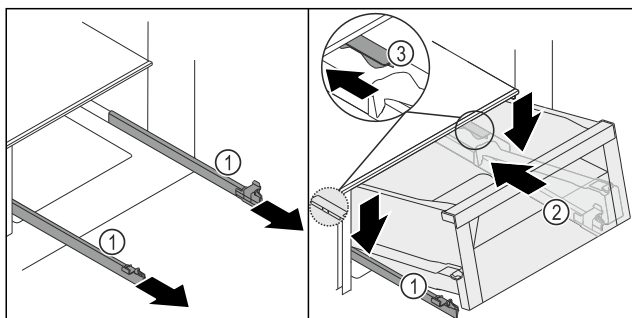
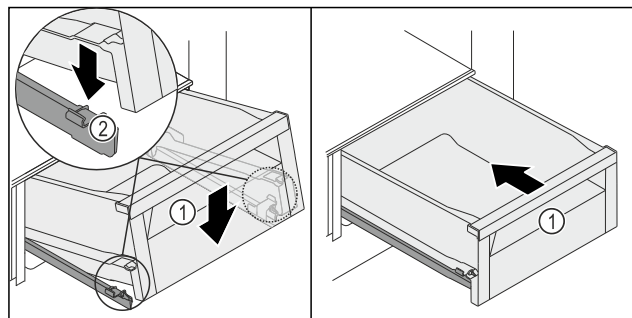

Fig. 200
Fig. 201
- Mantenere fisse le guide Fig. 200 (1) e posizionare il cassetto Fig. 200 (2) dietro il dispositivo di arresto Fig. 200 (3) sulle guide Fig. 200 (1) inserendolo dall'alto.
- Inserire il cassetto Fig. 200 (2) sulle guide Fig. 200 (1) spingendolo all'indietro fino a battuta.
- Abbassare il cassetto Fig. 200 (2) in avanti, in modo che lo stesso si inserisca tramite scorrimento a sinistra e a destra nel morsetto Fig. 201 (2).
- Il cassetto Fig. 201 (1) si innesta in modo percepibile.
- Inserire il cassetto Fig. 201 (1).